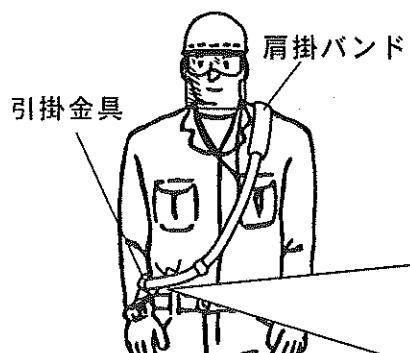

図.1
- ① 肩掛けバンドは消耗品です。切れ、ほつれ、損傷等が無いことを確認し、図.1のように装着してください。